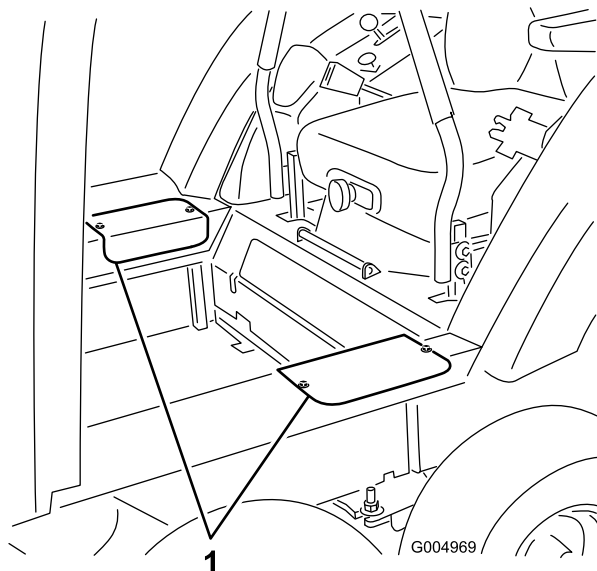

図 122
52. 両サイドのアクセスカバーを取り付ける先ほど取り外したねじを使用する 図 122。